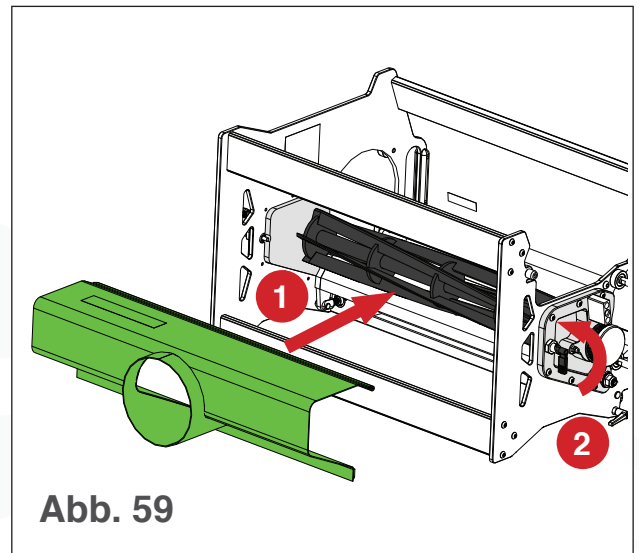

Abb. 59
4. Setzen Sie die Saugerabdeckung unter die Klingen und schieben Sie sie so weit, bis sie vollständig eingeführt ist (siehe Abb. 59).
5. Drehen Sie die Verriegelungsschrauben der Saugerabdeckung so, dass sie herauspringen und die Saugerabdeckung stützen (siehe Abb. 59).